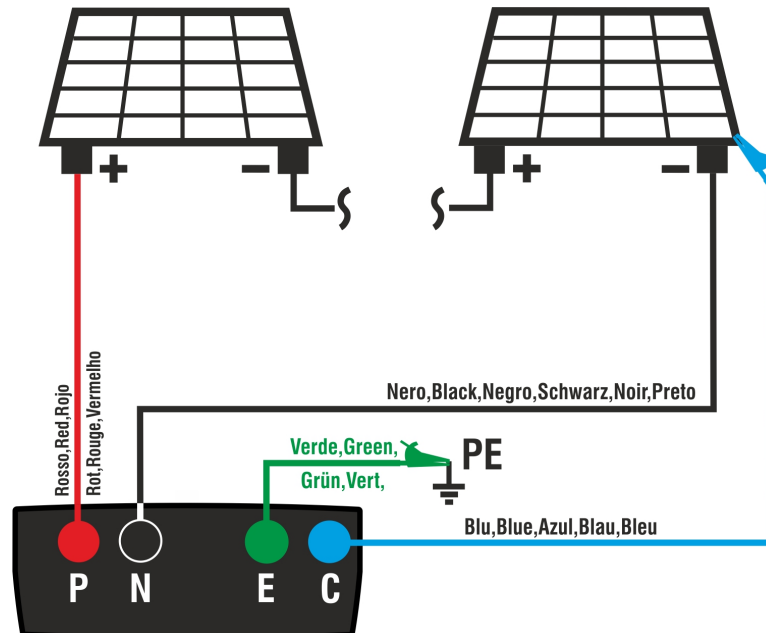

Abb. 10: Verbindung für IVCK Tests ohne Fernstation
5. Verbinden Sie das Gerät mit dem zu messenden PV Modul/String und eventuell mit dem Haupt-Erdungsknoten des Systems und mit geerdeten Metall-Massen, wie in der Abb. 10 gezeigt.. Beachten Sie, dass der Minuspol am Ausgang des PV Moduls/Strings an den Anschluss N und der Pluspol am Ausgang des PV Moduls/Strings an den Anschluss P angeschlossen werden muss.